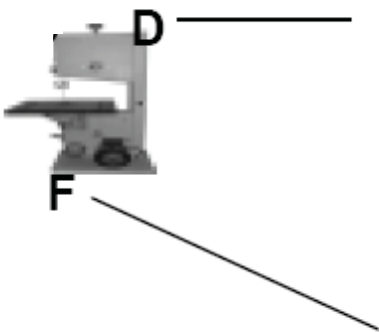

Рис. 18
8. Якщо необхідно, відрегулюйте хід полотна, використовуючи ручку регулювання ходу полотна та стопорну ручку (F) Рис. 18, розташовану позаду корпусу верхнього шківу. Коли хід полотна відрегульований, зафіксуйте положення полотна.
- Коли полотно встановлено та відрегульовано, прокрутіть полотно, обертаючи рукою верхній шків та регулюючи ручку ходу полотна (F) (Рис. 18)